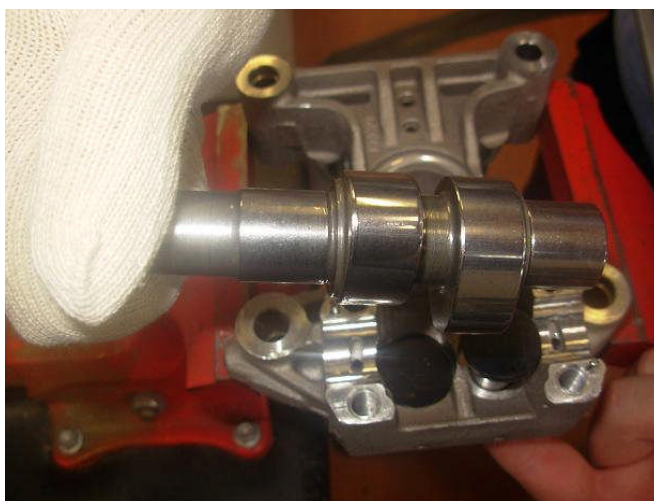

Fig. 8
- 12) Retirar el árbol de levas, los cubiletes y las varillas (fig. 8) (**en circulación y en stock**)